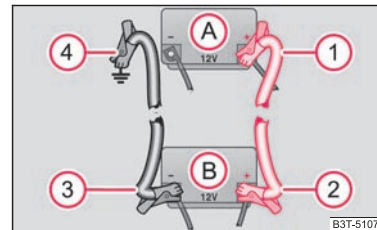

Fig. 201 Executarea pornirii cu ajutorul bateriei altui autovehicul: A - bateria descărcată, B - bateria furnizoare de curent
- Prindeți un capăt ① ⇒ fig. 201 la polul plus al bateriei descărcate ① ⇒ fig. 201.
- Prindeți celălalt capăt la polul plus ② al bateriei care furnizează curent ②. ▶